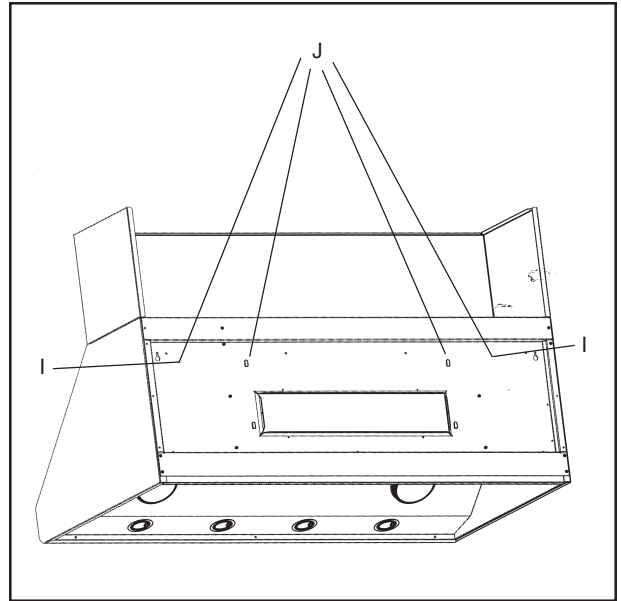

Figura 8
13. Coloque la campana sobre los tornillos en el soporte de madera. Use los orificios marcados "I" en la Figura 8. Asegúrese que el soporte de madera quepa en la ranura en la parte trasera de la campana.
16. Fije los tornillos (#8 x 5/8") a través de los agujeros en la campana al soporte de madera desde el interior de la campana. Vea los agujeros marcados J en la Figura 8.